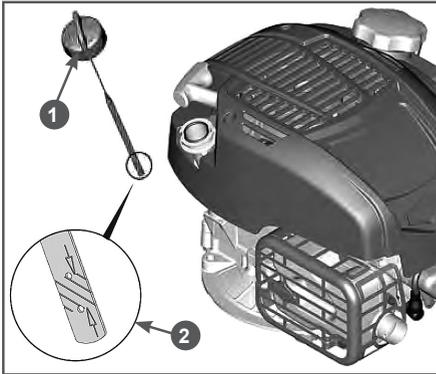

Рис. 14 Проверка уровня масла
2. Поверните крышку-щуп 1 маслозаливной горловины против часовой стрелки на 90 градусов (смотреть сверху) и извлеките щуп (Рис. 14).
5. Аккуратно вытащите щуп и осмотрите его. Уровень масла должен соответствовать верхней отметке на щупе (Рис. 14 п. 2).
4. Аккуратно извлеките щуп и осмотрите его. Уровень масла должен соответствовать верхней отметке на щупе (Рис. 14 п. 2).
При недостаточном уровне масла в картере необходимо долить чистое масло до верхней отметки на щупе (Рис. 14 п. 2).